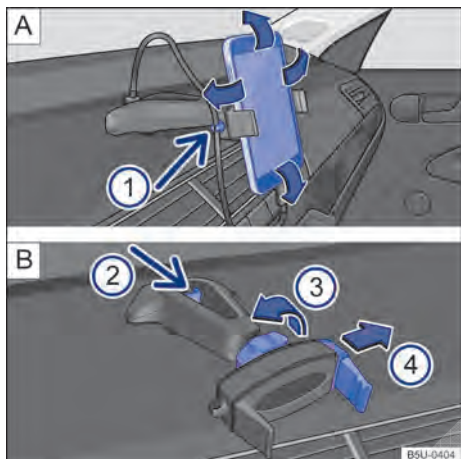

Fig. 206 No console central: suporte para smartphone e ajustes.
- Segurar o suporte com uma mão e pressionar o botão de destravamento → Fig. 206 ② (seta).
- Com a haste → Fig. 206 ④ deslocar no sentido da seta, e instalar o smartphone no alojamento.
- Com a outra mão deslocar a haste → Fig. 206 ④ até que seja possível remover o aparelho do alojamento.
- Colocar o cabo USB na entrada carregador USB do suporte existente no painel de instrumentos → Fig. 206 .
- Prender o cabo no suporte → Fig. 206 ①.
- Para liberar o movimento do suporte, girar a trava → Fig. 206 ③ no sentido contrário da seta.
- Para fixar a posição, girar a trava no sentido da seta ③ → Fig. 206 até a fixação total do suporte.
O suporte para smartphone tem garantia de 3 anos, com exceção da haste deslizante (garra) → Fig. 206   que tem garantia de 1 ano.